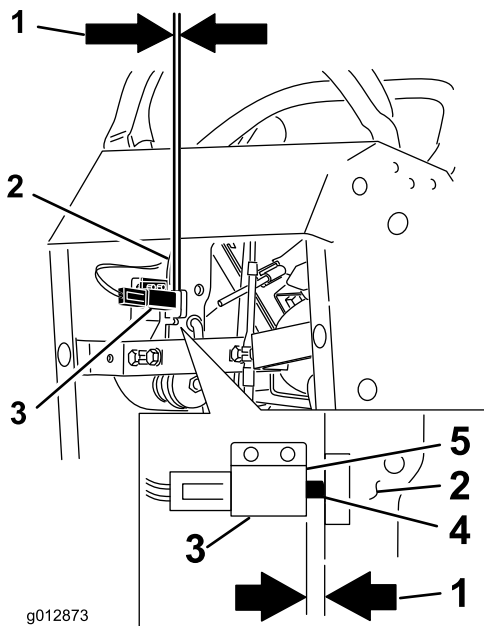

Figure 64
12. Vérifiez l'écartement entre le levier de frein et l'interrupteur comme illustré à la Figure 64. L'écartement doit être de 3 mm (1/8") quand le frein est serré.